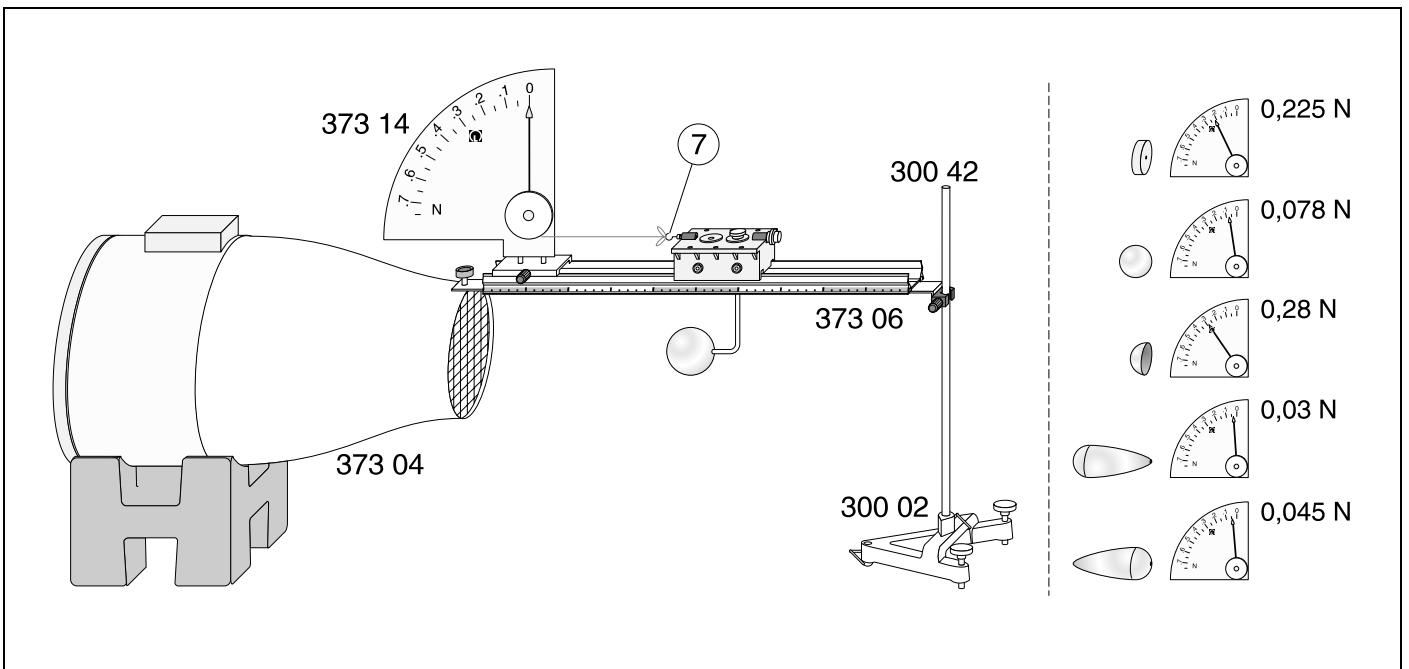
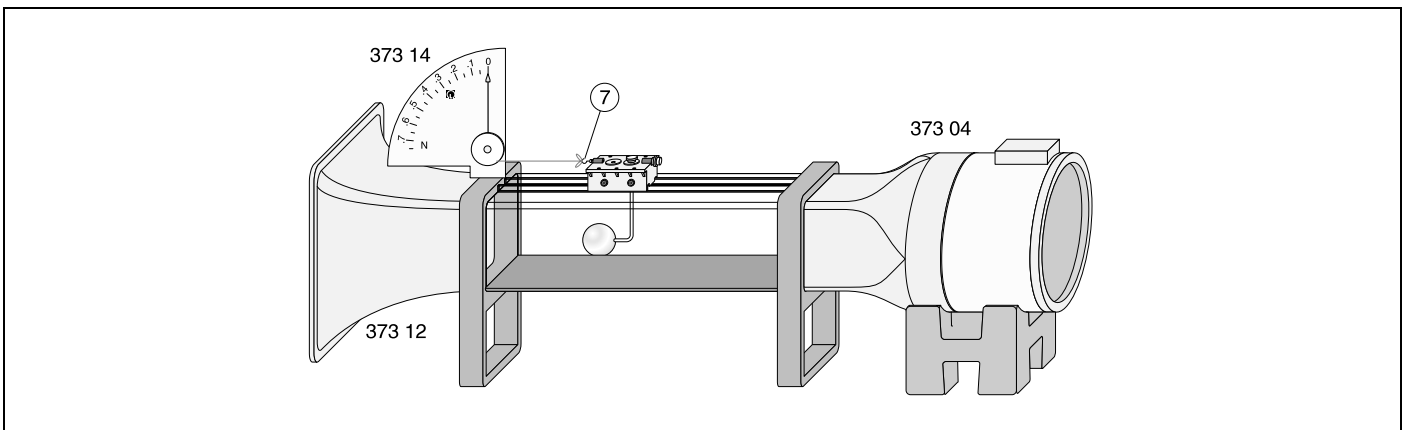

Fig. 5
Fig. 6
wahlweise (s. Fig. 5)
oder (s. Fig. 6)
Kraftmesser auf das 4-mm-Buchsenpaar des Klemmreiters zur Offenen Meßstrecke (373 06) oder des Windkanals (373 12) stecken und über einen Faden mit Haken ⑦ verbinden (vgl. Fig. 5 und 6).
Meßwagen in Versuchsposition bringen (vgl. Fig. 5 und Fig. 6) und gewünschten Widerstandskörper auf den Winkelhalter bis zum Anschlag aufstecken.
Place the 4-mm pin of the sensor holder ③ in the 4-mm socket ⑧ of the trolley (cf. Fig. 5).